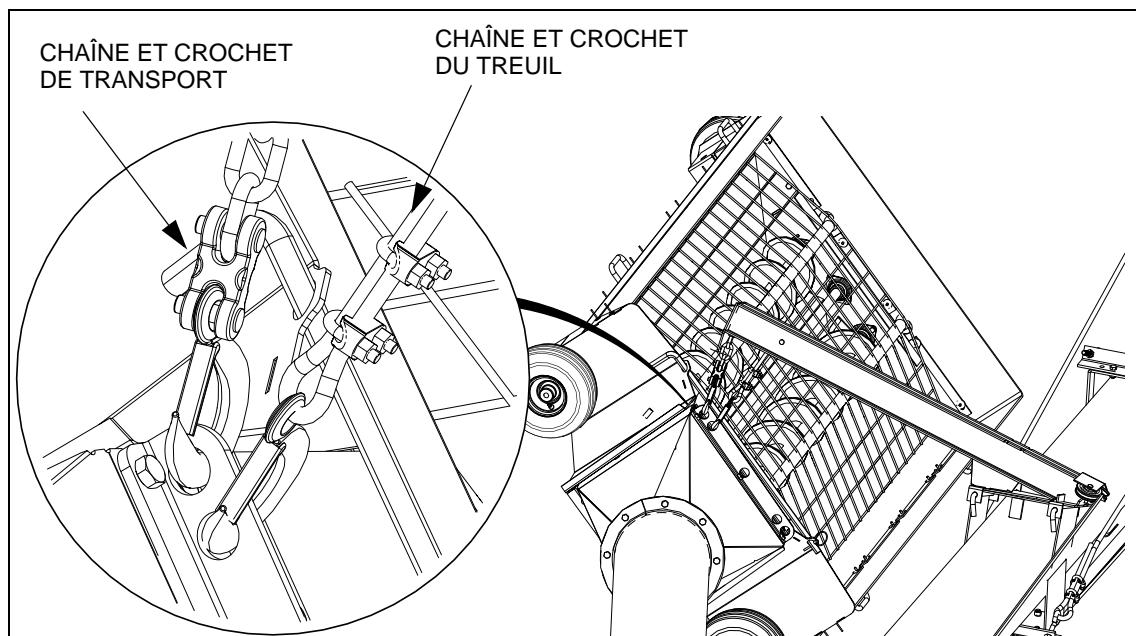

Figure 3.44 Position de transport, chaîne de sécurité et crochet de treuil
8. Pour placer la trémie en position de transport, attacher le crochet de câble sur le crochet sur l'élément de transition de la trémie et lever ensuite la trémie complètement avec le côté admission en face de la tarière principale. Fixer la trémie au bras de levage en raccordant la chaîne de sécurité (Figure 3.44) à la goupille de fixation du câble de trémie.